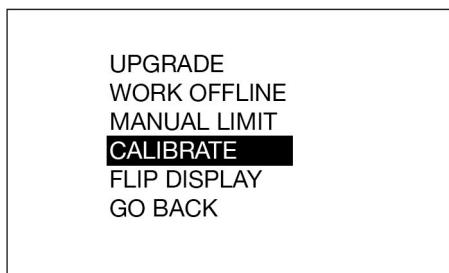
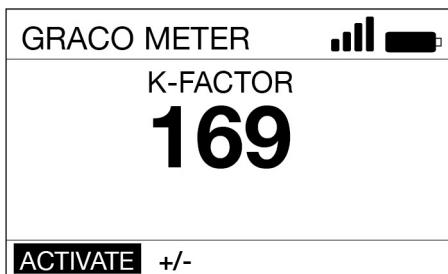

图 20
图 21
4. 选择“校准”选项(图 20)以显示校准 K 系数屏幕，如图 21。
5. 选择“激活”并按回车按钮以开始进行计量分配阀校准（图 21）。